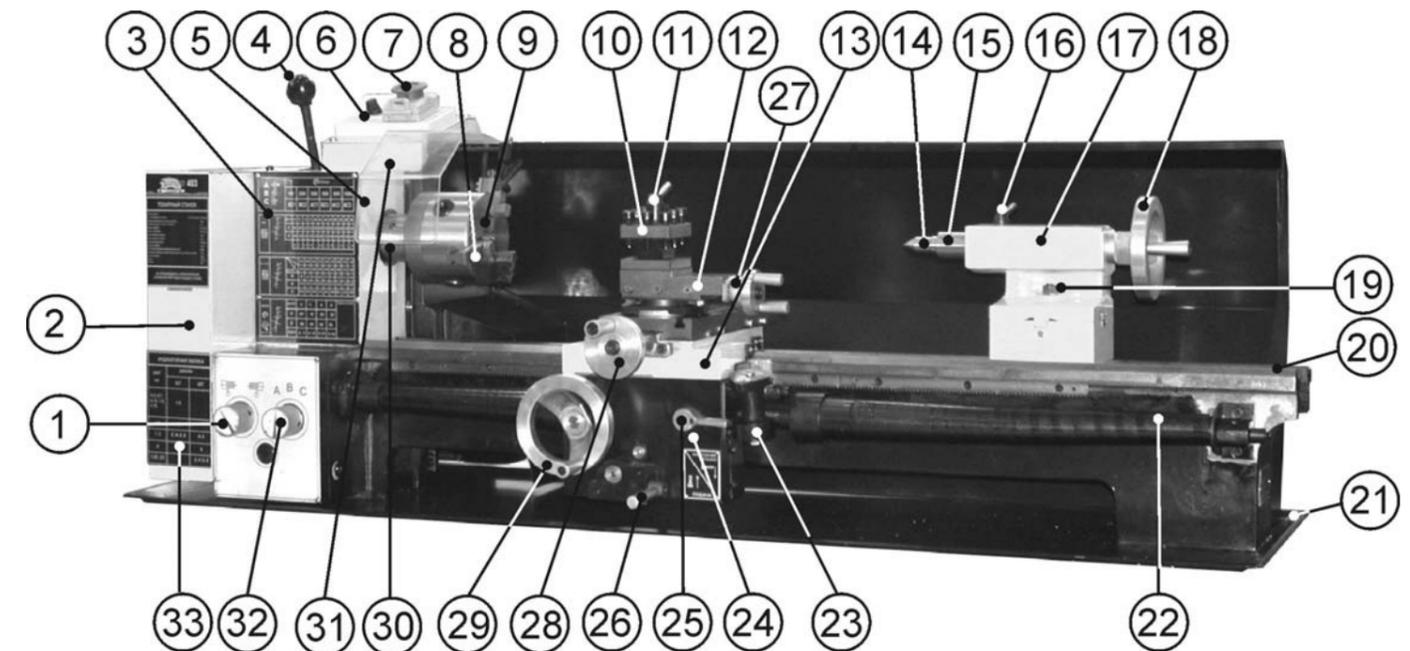

Рис. 2
7.1. Станок состоит из следующих сборочных единиц и деталей (Рис.2)
8.4. Установите пластиковую ручку (E) с осью ручки (D), Рис. 1б, на маховик подачи поперечного суппорта (28), Рис. 2.
8.6. В конус пиноли (15) задней бабки (17) вставьте центр Морзе №2 (14), Рис. 2.
8.7. Установите ручку (H), Рис. 1б, на рычаг натяжения ремня (4), как показано на Рис. 2.